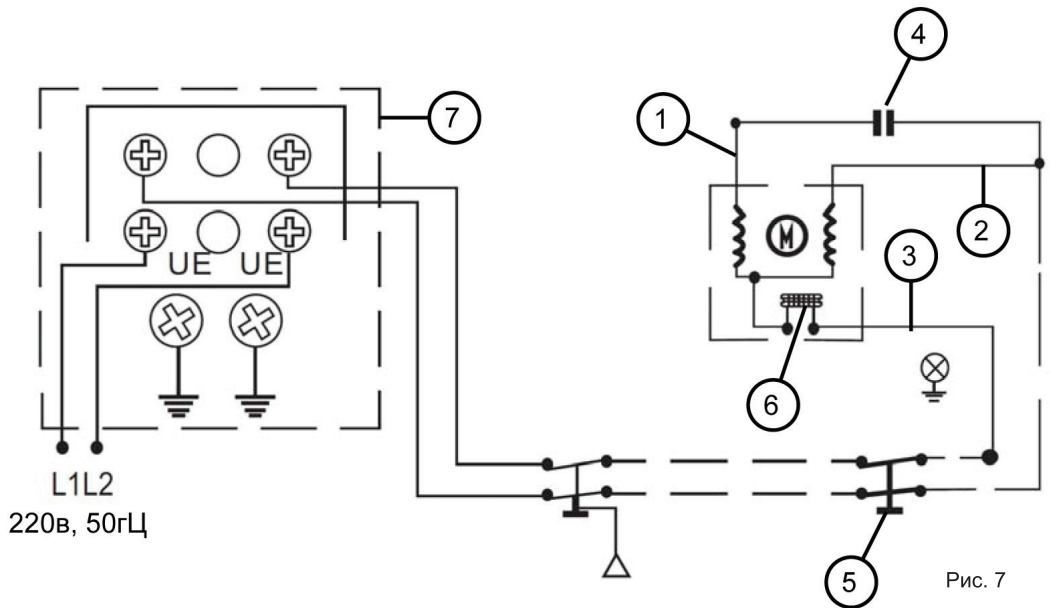

Рис. 7
4. Открутить пробку сливного отверстия, после чего сойдет вода, находящаяся в корпусе насоса (Рис. 7)
Электрическая схема насосной станции (рис. 7)